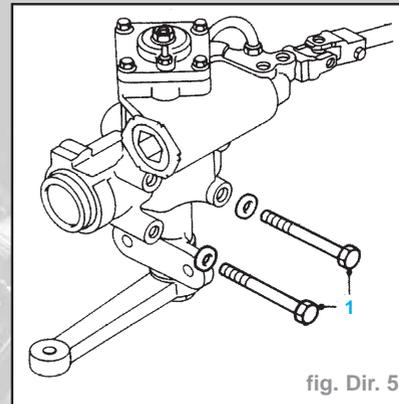

fig. Dir. 5
- Déposer les boulons de fixation (1) du boîtier de direction au longeron de châssis (Fig. Dir. 5)